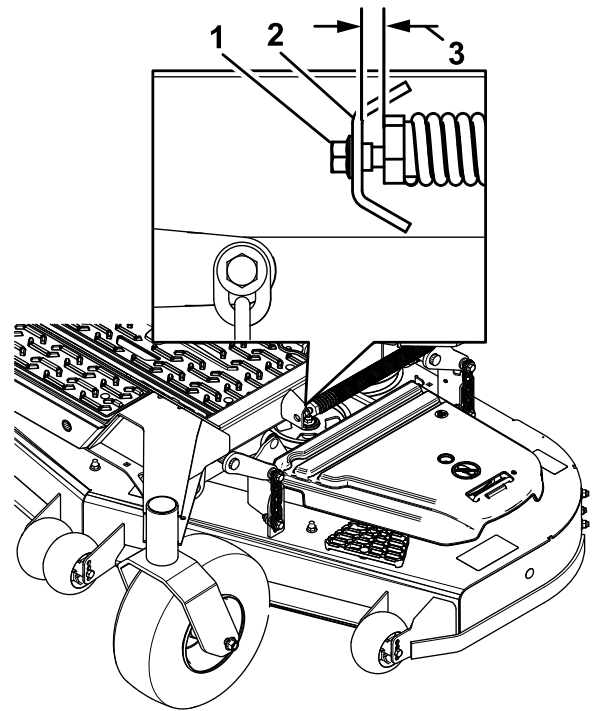

Figura 98
10. Afloje lentamente el tornillo de ajuste del muelle auxiliar de elevación hasta que pueda retirar el tornillo (Figura 98).